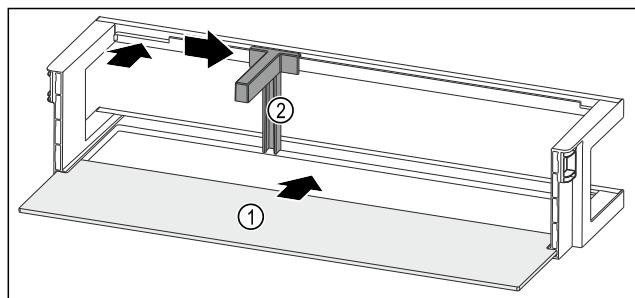

Fig. 96 Рафт на врата с рафт
- ▶ Вкарайте рафта Fig. 96 (1) в страничните прорези.
- ▶ Поставете преградата за бутилки Fig. 96 (2) в прореза.
- ▶ Плъзнете преградата за бутилки Fig. 96 (2) настрани до желаната позиция.